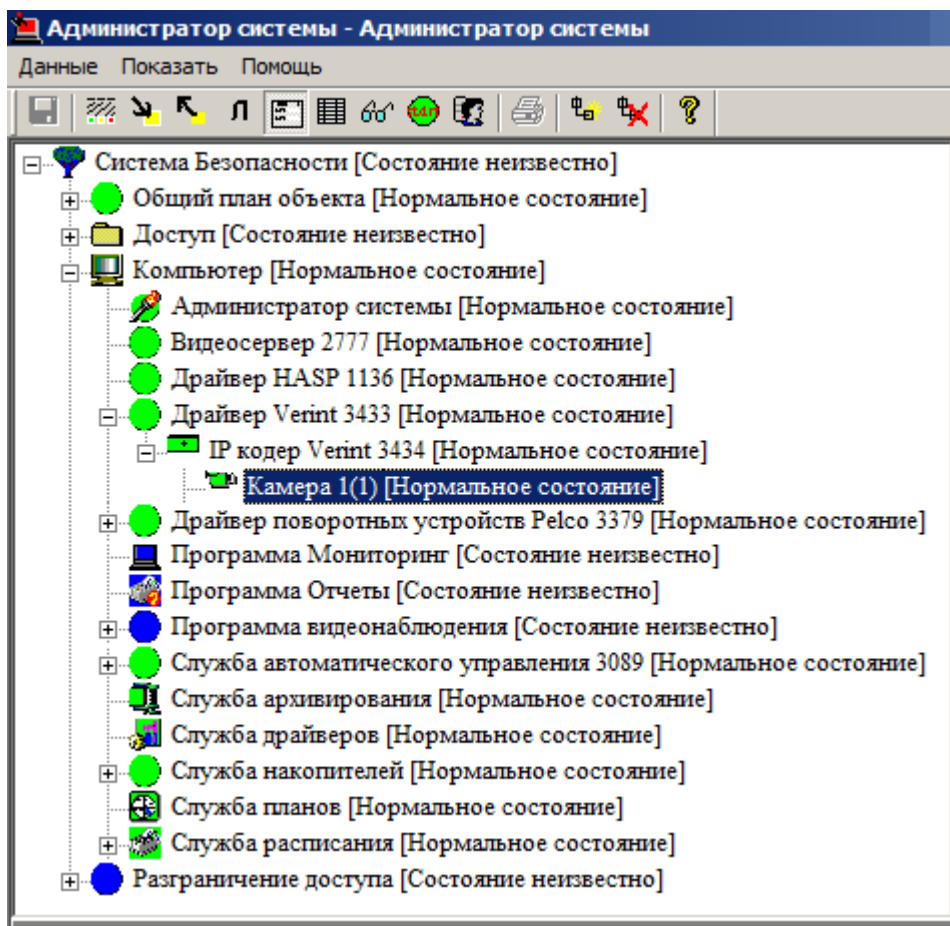

Рисунок 9 — Выбор элемента, соответствующего видеокамере
3. Выделите дочерний элемент, соответствующий подключенной видеокамере. В приведенном примере таким элементом будет **Камера 1(1)** (рисунок 9).